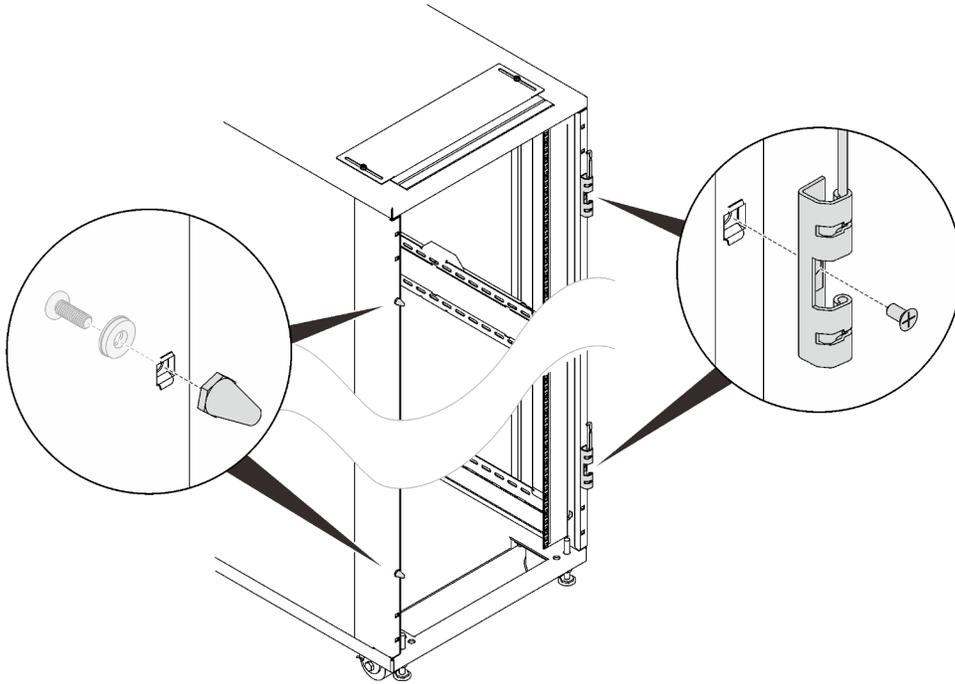

Abbildung 8. Entfernen der Türscharniere und Türpuffer
- Nachdem Sie die Gesamtdurchflussgeschwindigkeit mithilfe eines Durchflussmessers wie oben beschrieben für alle Wärmetauscher festgelegt haben, müssen Sie unbedingt das Leitungssystem so gestalten, dass es die gewünschte Durchflussgeschwindigkeit für die einzelnen Wärmetauscher ermöglicht. Außerdem muss eine Überprüfung der Durchflussgeschwindigkeit möglich sein. Abbildung 5 auf Seite 16 bis Abbildung 8 auf Seite 19 veranschaulichen die Verwendung von Kreislaufreglern zur Anpassung der Durchflussgeschwindigkeit für jeden Wärmetauscher. Mit anderen Verfahren (zum Beispiel mit integrierten oder externen Durchflussmessern) lässt sich unter Umständen die Durchflussgeschwindigkeit mithilfe einzelner Absperrventile noch präziser regeln.